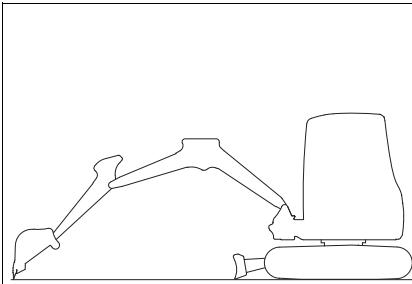

Fig. 318
2. Positionner la flèche au milieu et vers l'AV (*Fig. 318*).